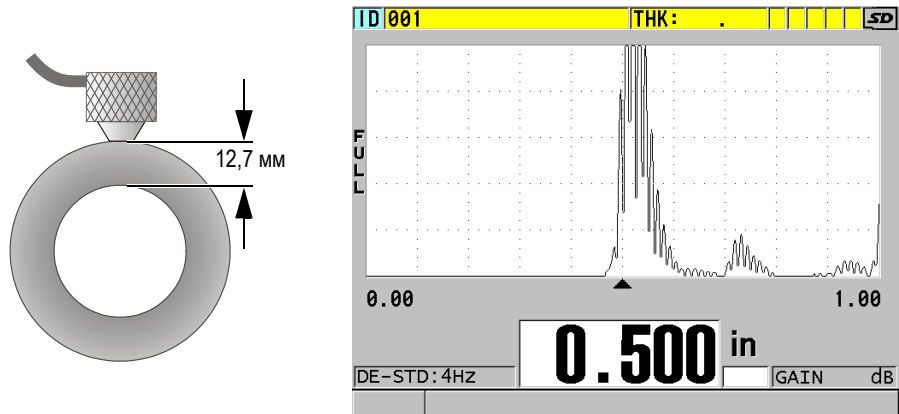

Рис. 5-9 Установка раздельно-совмещенного ПЭП на поверхность материала и измерение толщины
2. Немного нажимая на преобразователь, установите его на тестируемый образец и постарайтесь зафиксировать на поверхности материала (см. Рис. 5-9 на стр. 83).